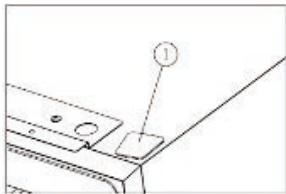

Figure 4
- Installez le couvercle①.[Figure 4]